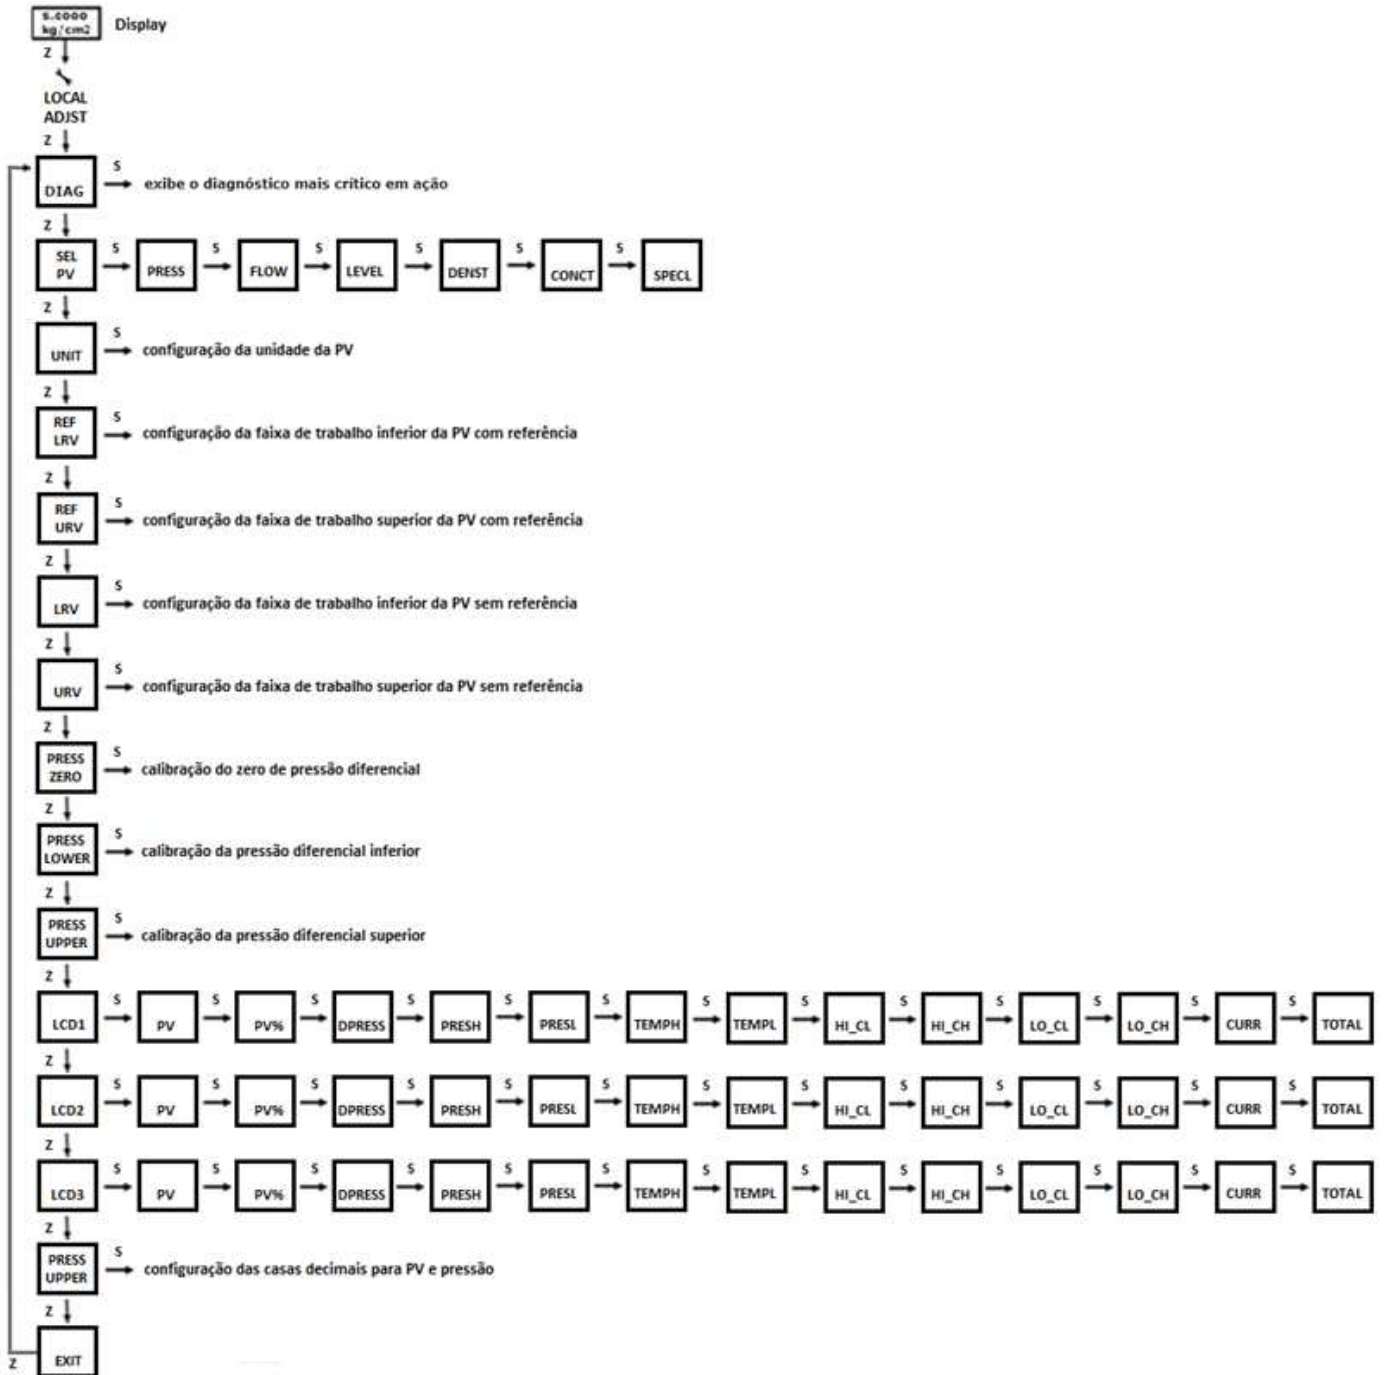

Figura 3.8 – Árvore de programação do ajuste local do VDL10 HART.
A figura 3.8 mostra os campos disponíveis para configuração local e a sequência na qual são disponibilizados pela atuação da chave magnética nos orifícios Z e S. A funcionalidade de cada um dos parâmetros pode ser encontrada no item 3.6.